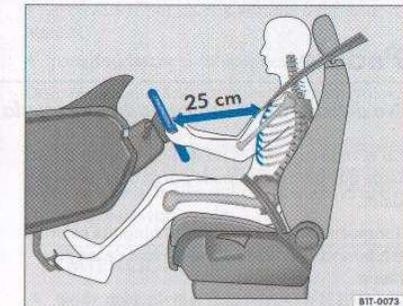

Fig. 64 Posición correcta del conductor
- Ajuste el volante hasta alcanzar la posición deseada ⇒ fig. 64.
- Ajuste el asiento del conductor o el volante de modo que quede una distancia mínima de 25 cm entre el volante y el tórax ⇒ fig. 64. ¡Si no respeta la distancia mínima, el airbag no lo protegerá adecuadamente, lo que puede comportar un grave riesgo para su vida!